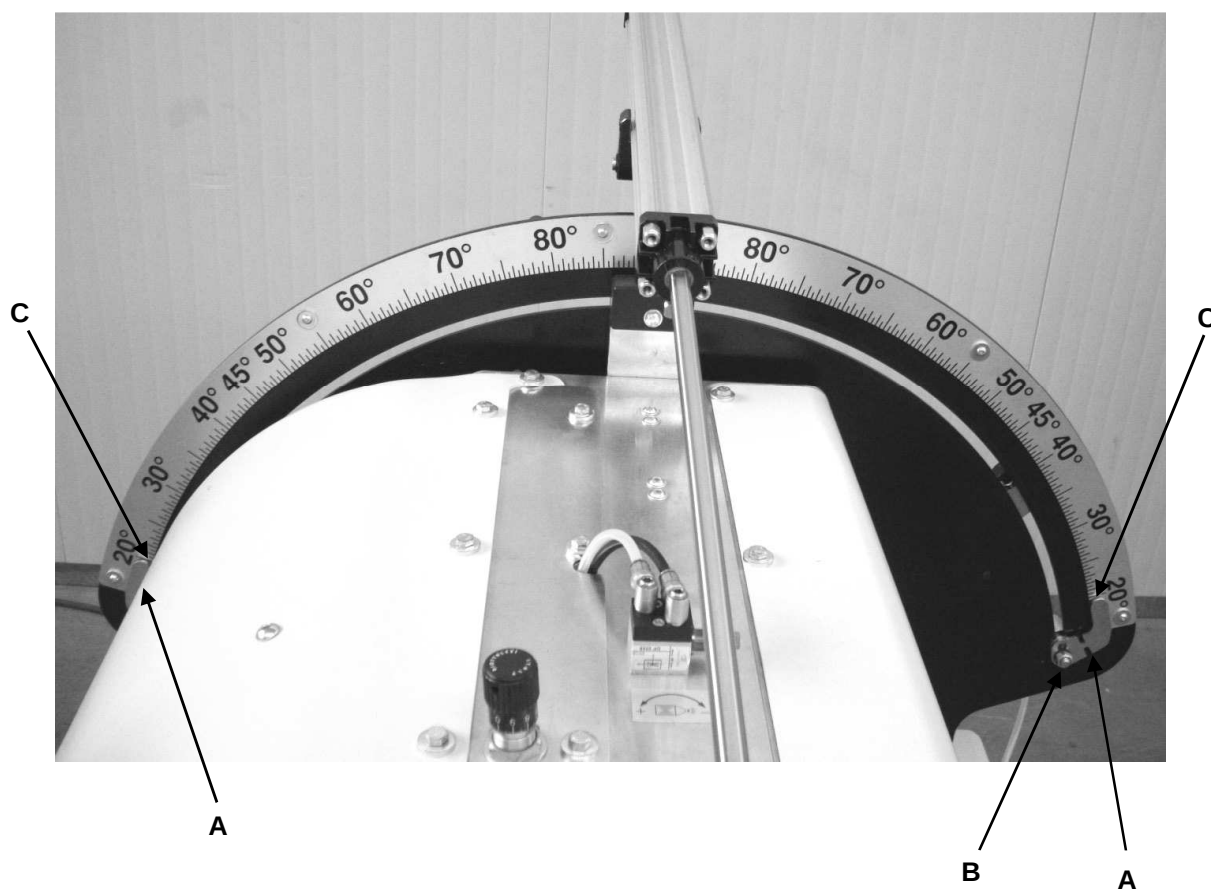

Fig. 09-04
9.4 ANGOLAZIONI DI TAGLIO INTERMEDIE (FIG. 09-04)